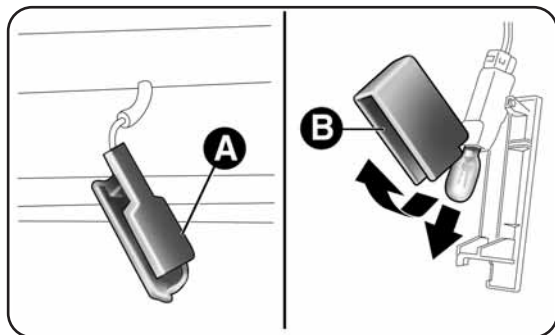

fig. 149
- ouvrir la porte (AV ou AR) et extraire le plafonnier A-fig. 149 ;